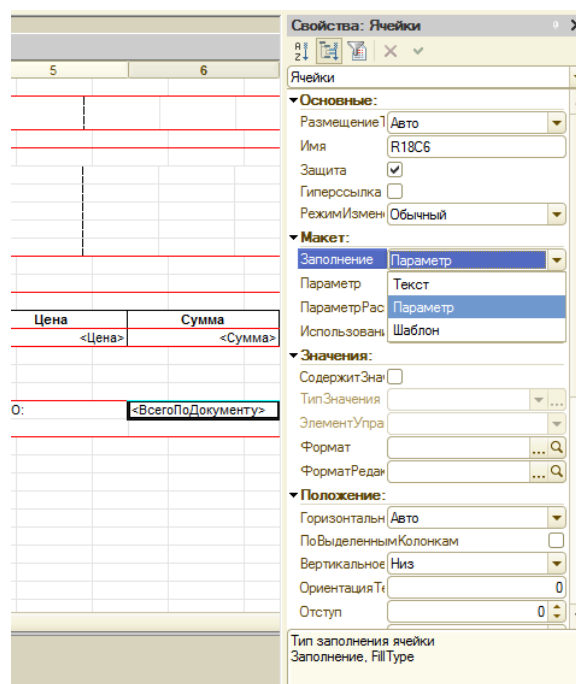

Рисунок 105 Свойства ячейки
- Для ячейки **ВсегоПоДокументу** в контекстном меню выберите пункт **Свойства**, укажите **Заполнение – Параметр** (рис. 105).